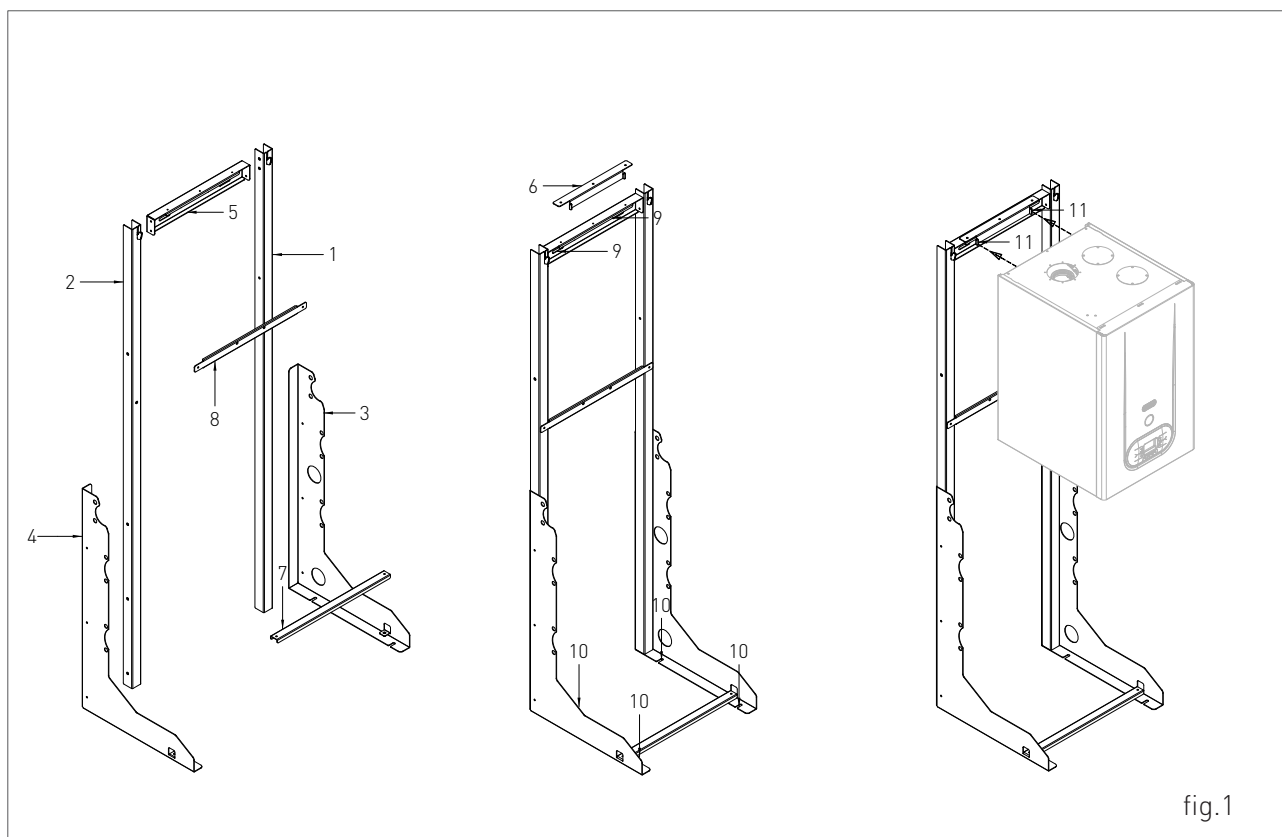

fig.1
2. fijar los perfiles laterales 3 y 4 a los perfiles verticales 1 y 2 (fig. 1);